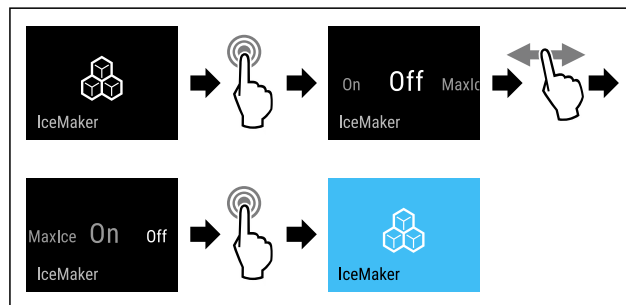

Fig. 16
- ▶ Провести етапи операцій (див. Fig. 16) .